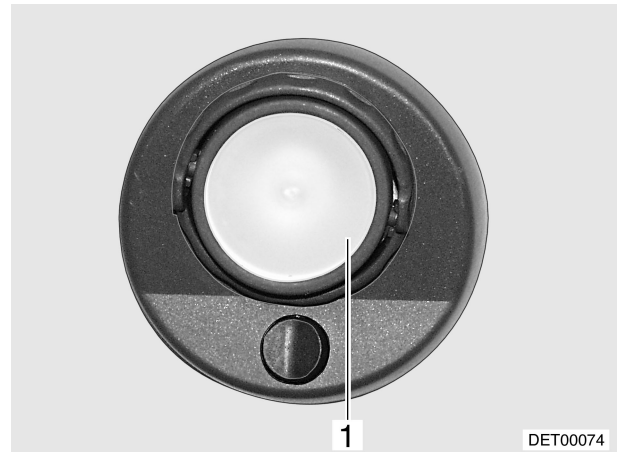

Bild 153 Halogenleuchte Führerhaus (I-Modell)
- Glasabdeckung (Bild 153,1) vorsichtig mit einem geeigneten Werkzeug (z. B. Schraubendreher) aushebeln und abnehmen.